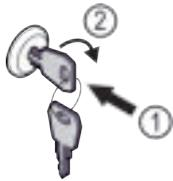

Fig. 122
- ▶ Introducir la llave. Fig. 122 (1)
- ▶ Gire la llave 90° en el sentido de las agujas del reloj. Fig. 122 (2)